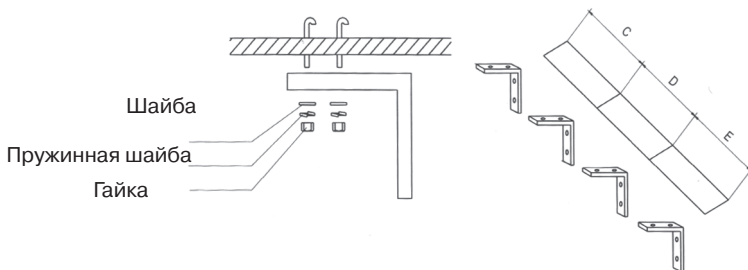

Рис. 7
7.3. При установке завесы на потолке используются специально изготовленные кронштейны (приобретаются потребителем) (Рис.7).